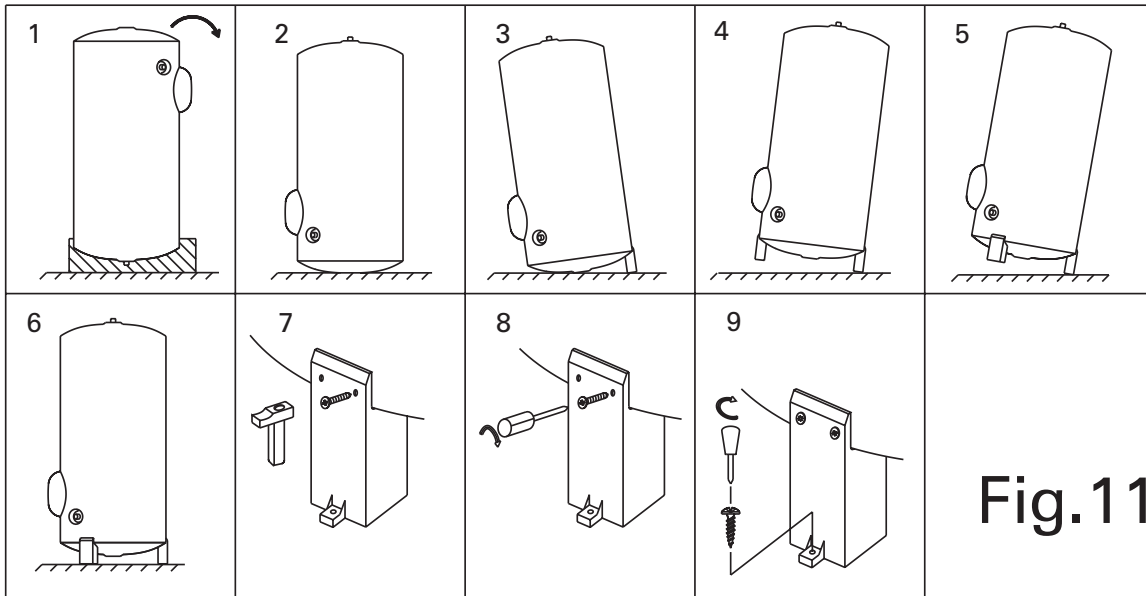

Fig.11
- Fig.11 Modèle sur socle, montage des pieds
- Fig.11 Model on base, assembly on legs